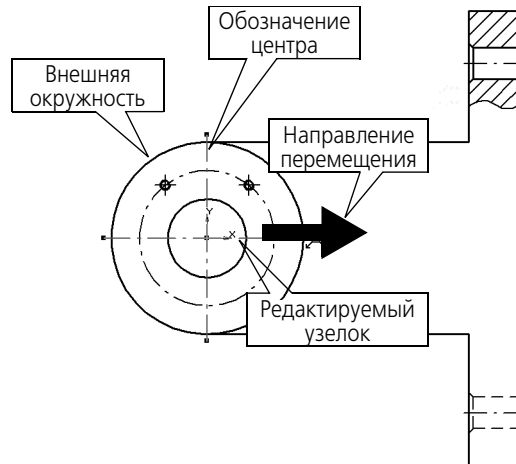

Рис. 51.40.
2. Отредактируйте системный объект *Обозначение центра*, принадлежащий внешней окружности (рис. 51.40).